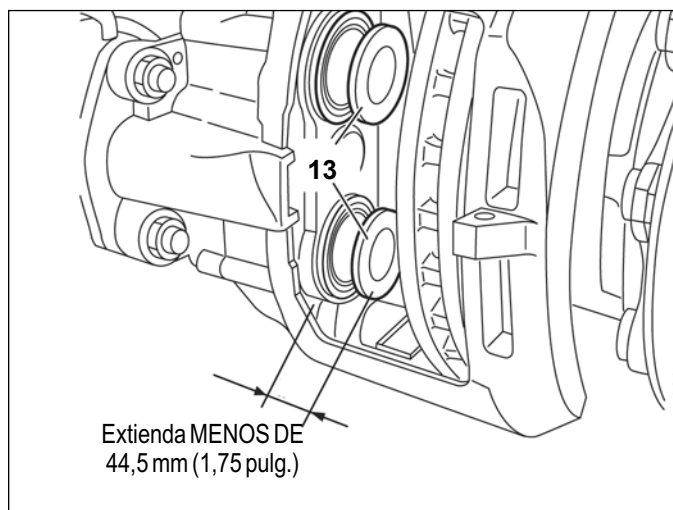

FIGURA 29 - EXTENSIÓN PERMITIDA DEL EMPUJADOR
4.5.1 Consulte las figuras 28 y 29. Sin la rueda puesta, quite la barra retenedora de la zapata (11). Reemplace temporalmente las zapatas con dos zapatas nuevas (12). Conecte el sujetador del manómetro/dial magnético al transportador (2) en el lado del cojinete corto de la mordaza (1). Use el punto de medida en la mordaza (1). Vea la leyenda en la figura 29. Presione la mordaza en dirección del transportador (2) y fije el manómetro/dial en cero.
PRECAUCIÓN: NUNCA EXTIENDA EL EMPUJADOR MÁS DE 44,5 mm (1,75 pulg.). *Consulte la figura 29.* Extender demasiado el empujador resultará en que éste pierda el acople con el mecanismo de sincronización. Debido a que el mecanismo solo se puede fijar en la planta, se debe reemplazar el ensamblaje de la mordaza/transportador si esto sucede.